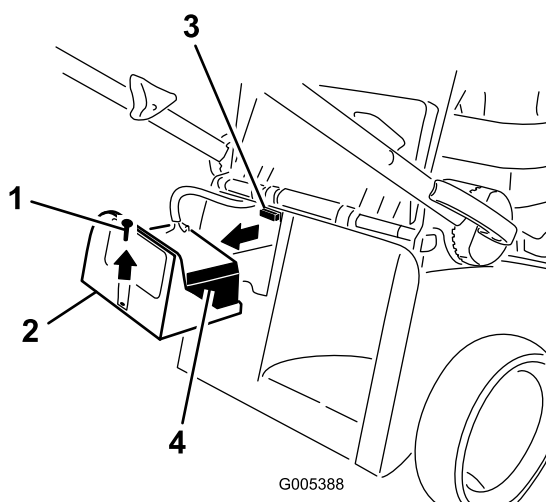

Figura 7
1. Togliete il coperchio della batteria e la batteria, e individuate il portafusibili (Figura 7).